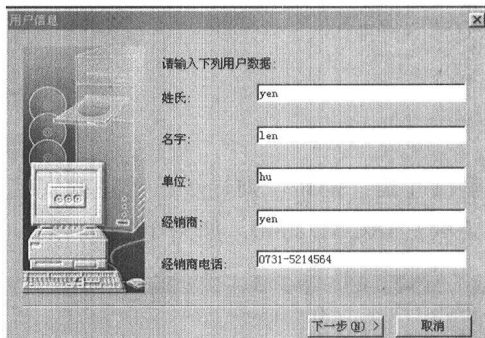
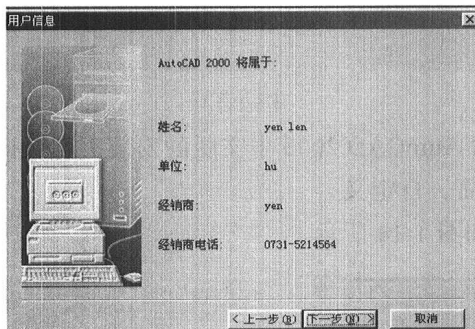
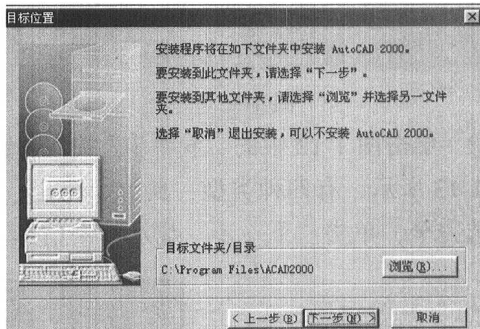

图 1-7
图 1-8
图 1-9
单击“下一步”按钮,显示用户信息对话框,如图 1-7 所示,输入用户信息资料。
8) 在图 1-7 所示的对话框中单击“下一步”按钮,显示已输入的用户信息对话框,如图 1-8 所示。
9) 单击图 1-8 对话框中“下一步”按钮,显示安装 AutoCAD 2000 目标位置对话框,如图 1-9 所示,在对话框中选“浏览”,显示一个选择目录对话框,设置安装在 C:\ACAD2000